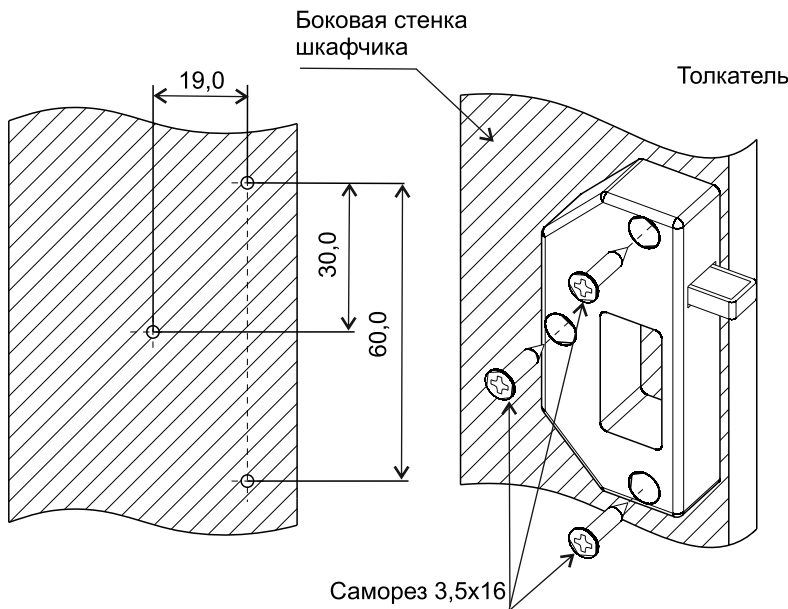
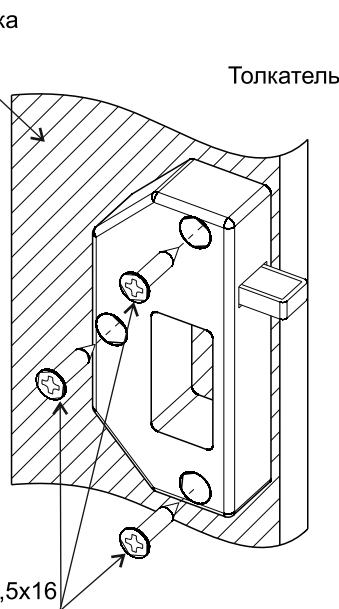

Рис. 1
Рис. 2
- 1 Установите толкатель замка на стенке шкафчика (рис. 1 и рис. 2). Для разметки координат отверстий см. рис. 9
- 2 Сделайте отверстия диаметром 20 мм и 3 мм на дверце шкафчика для крепления считывателя согласно рис. 2. Для разметки координат отверстия на дверце см. рис. 9.